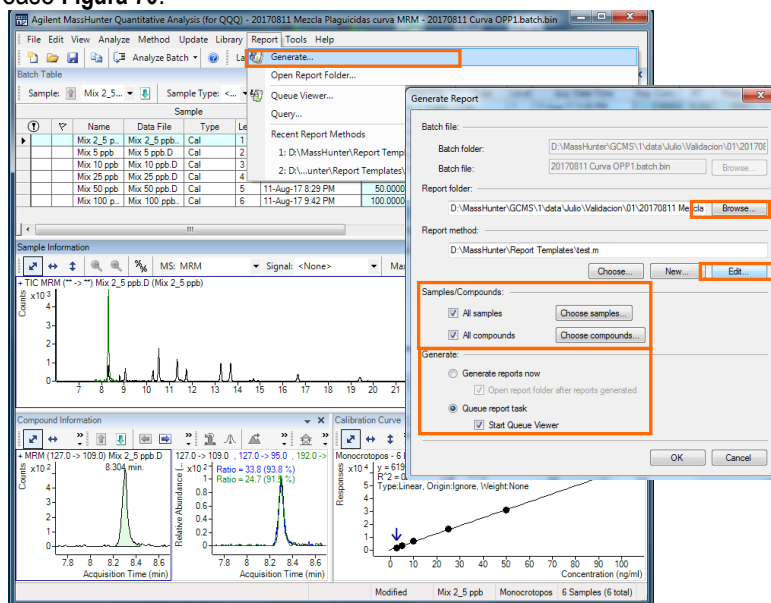

Figura 70. Generar reportes en el *Quantitative Analysis Software* QQQ.
8.10.9. Generación de reporte. Después de analizar el lote y verificar los resultados, se guardan los cambios y se genera el reporte seleccionando **Report > Generate**. En seguida, se abrirá el cuadro de diálogo del *Generate Editor*, véase Figura 70.